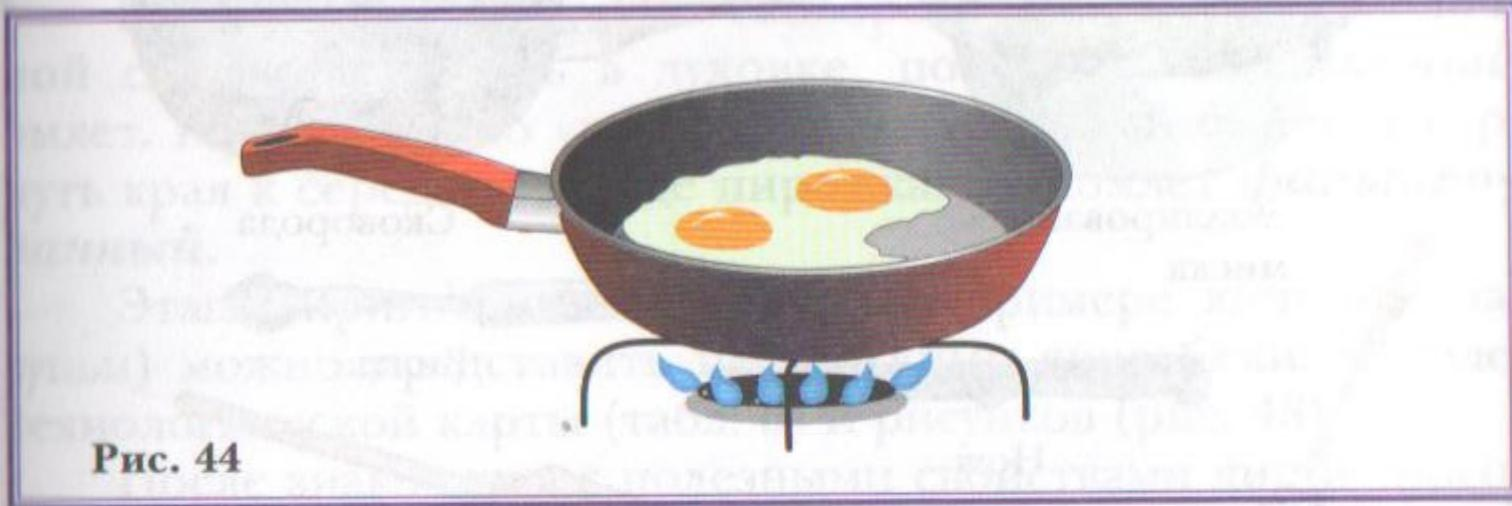

Рис. 44
3. Посолите и поджарьте яйца в течение 2–3 мин (рис. 44). Как только белок побелеет, снимите сковороду с огня.